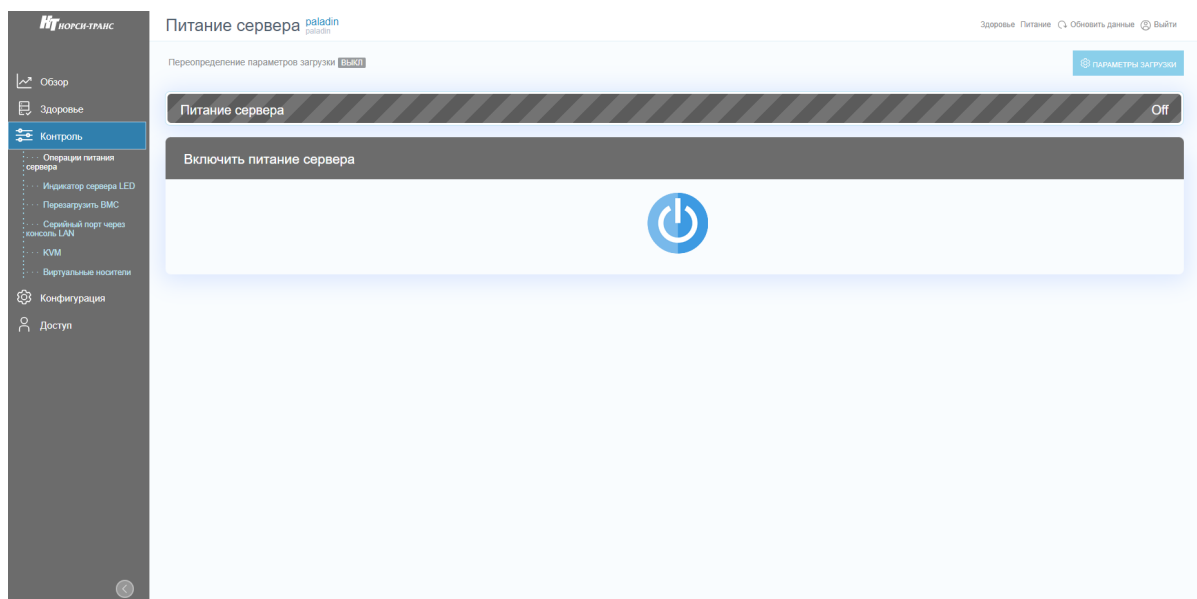

Рис. 89. Окно «Операции питания сервера»
- 2) Пройдите во вкладку «Контроль» → «Операции питания сервера» в данной вкладке осуществляется управление сервером. В поле «Питание сервера» показано состояние сервера «On» или «Off». В поле «Включить питание сервера» при нажатии на кнопку осуществляется включение и выключение сервера. Окно показано на рис. 89 Окно «Операции питания сервера»